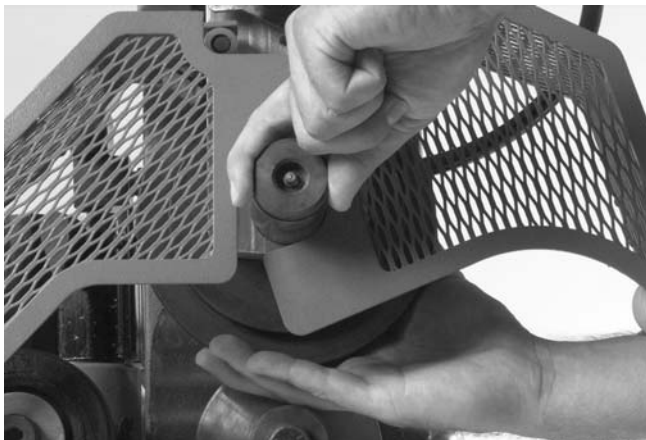

Figure 19 – Retrait de l'axe du galet de rainurage
4. Retirez l'axe du galet supérieur, puis le galet lui-même (Figure 19). N'oubliez pas de soutenir le galet supérieur, car celui-ci peut peser jusqu'à 14 livres et pourrait tomber soudainement.